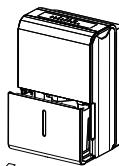

Fig.1
- Tire lentamente del recipiente. Sujete bien las asas izquierda y derecha y tire con cuidado en línea recta para que el agua no se derrame (véase la Fig. 1). No coloque el recipiente en el suelo porque la parte inferior no es plana/nivelada. El recipiente se caerá y provocará que el agua se